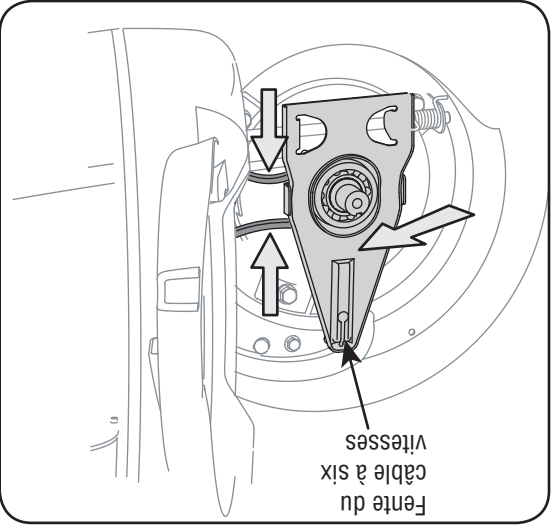

Figure 17
12. Pressez la courroie et poussez-la. Poussez la tige de commande vers l'intérieur, vers le plateau de coupe et sortez le câble à six vitesses de la fente. Voir la Figure 17.